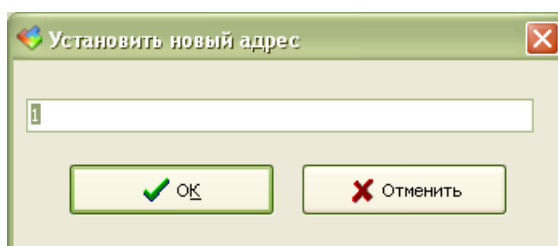

Рисунок 7 –Ввод адреса
3.3.5 При необходимости, установить новый адрес извещателя в системе извещателя. Для этого надо выделить в таблице строку с извещателями выполнить команду «Адрес». Ввести требуемый адрес (1-255) и нажать кнопку «ОК» для записи нового адреса в извещатель (рисунок 7).